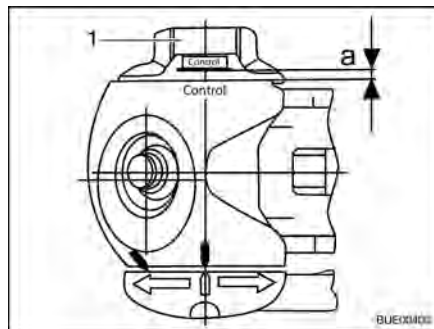

Fig. 193 Contrôle d'usure
- Tourner la molette de réglage (Fig. 193,1) vers la position de fermeture jusqu'à ce que vous ressentiez et entendiez le grincement du limiteur de couple. Sens de la rotation : Dans le sens des aiguilles d'une montre.
- Distance  $a > 0$  (Fig. 193) : Usure à l'intérieur de la zone autorisée.